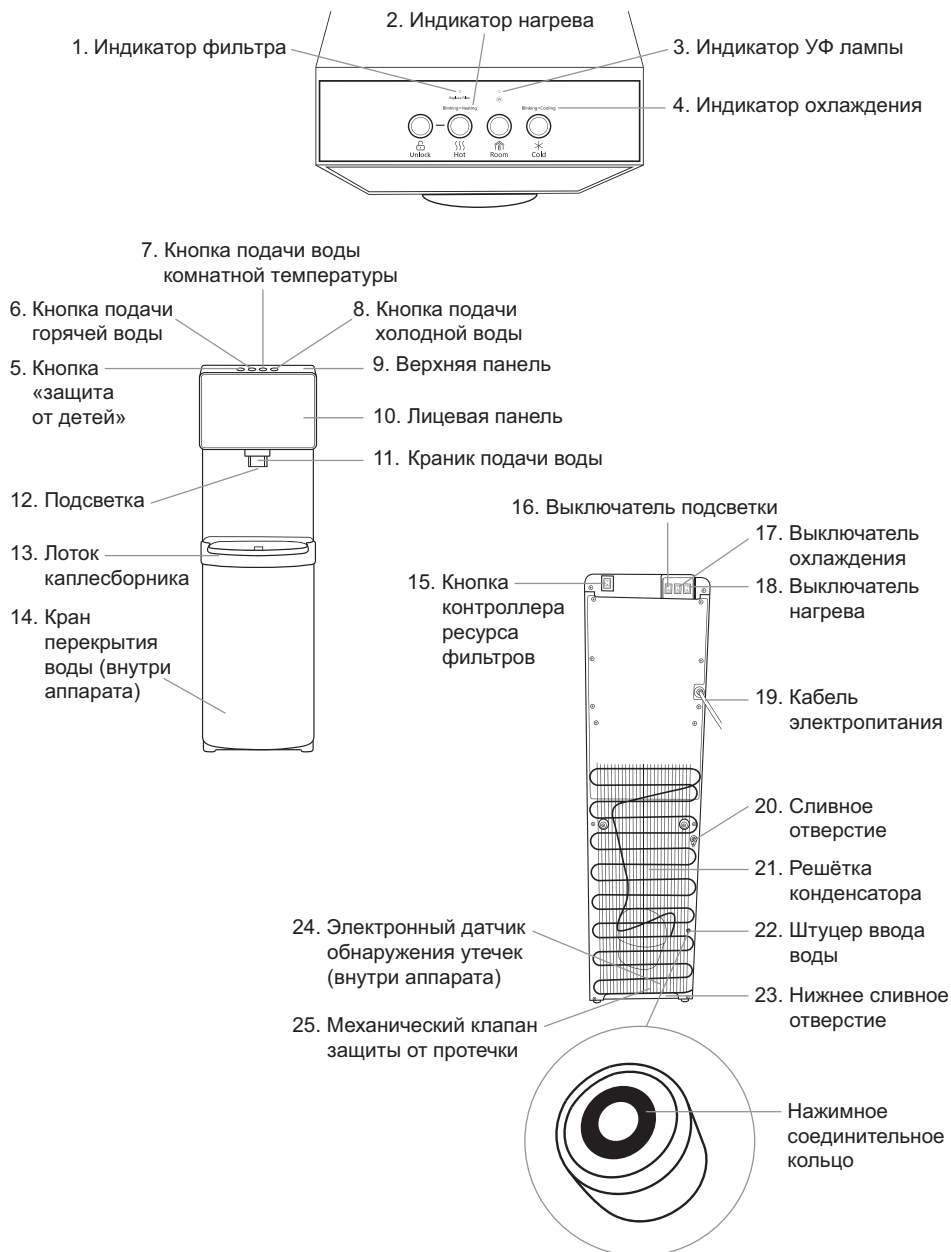

Рис. 1. Схема аппарата V450PUFSM
Индикатор нагрева (рис. 1–2)
Индикатор охлаждения (рис. 1–4)
Индикатор фильтра (рис. 1–1)
Индикатор УФ лампы (рис. 1–3)
Поставьте чашку или другую емкость для воды на лоток каплесборника (рис. 1–13) под краник подачи воды (рис. 1–11).
Чтобы налить горячую воду сначала нажмите на кнопку «защиты от детей» (рис. 1–5), затем нажмите и удерживайте кнопку подачи горячей воды (рис. 1–6). Во время подачи воды кнопка подсвечивается красным цветом.
Чтобы налить воду комнатной температуры или холодную воду, нажмите и удерживайте кнопку подачи воды комнатной температуры или холодной воды (рис. 1–7, 1–8). Во время подачи воды кнопка подачи воды комнатной температуры подсвечивается оранжевым цветом, а кнопка подачи холодной воды подсвечивается синим цветом.
Подсветка аппарата (рис. 1–12) включается и выключается с помощью выключателя (рис. 1–16), расположенного на задней панели аппарата.
Перед включением нагрева или охлаждения обязательно убедитесь, что вода поступает во внутренние резервуары аппарата, для чего нажмите на кнопки подачи горячей (рис. 1–6) и холодной воды (рис. 1–8) и слейте небольшое количество воды через краник (рис. 1–11).
Для включения/отключения опций нагрева или охлаждения переключите тумблер нагрева (рис. 1–18) или охлаждения (рис. 1–17) в соответствующее положение – «включено» (I) / «выключено» (O). Не включайте данные опции, когда аппарат не заполнен водой. Если кабель электропитания (рис. 1–19) и выключатель нагрева (рис. 1–18) были включены, когда система еще не наполнилась водой полностью, сработает термозащита, которую сможет отключить только специалист сервисного центра.
Когда Вы убедились, что холодная и горячая вода из краника идет непрерывной струей, установите выключатели нагрева и охлаждения (рис. 1–18, 1–17) в положение I.
При первом включении аппарата (или после длительного отключения) время нагрева воды длится 15–20 минут, время охлаждения воды длится около 1 часа и 20 мин. В это время компрессор может работать непрерывно, это не является неисправностью. Во время процесса нагрева будет гореть индикатор (рис. 1–2), расположенный над кнопкой подачи горячей воды. Во время процесса охлаждения будет гореть индикатор (рис. 1–4), расположенный над кнопкой подачи холодной воды. По завершению процесса нагрева/охлаждения индикатор погаснет.
1. Лоток каплесборника (рис. 1–13) устанавливается в верхней части дверцы. Фиксация после характерного щелчка.
1. Перед санобработкой убедитесь, что выключатели охлаждения (рис. 1–17) и нагрева (рис. 1–18) находятся в выключенном состоянии (○), и аппарат отключен от электросети.
4. Подставьте под расположенное на задней панели аппарата сливное отверстие (рис. 1–20) вместительную емкость, например, ведро. Снимите сливную заглушку и слейте воду из аппарата. После снятия сливной заглушки вода начинает поступать моментально.
2. Налейте раствор в бак охлаждения и убедитесь, что вода может поступать из краника (рис. 1–11).
3. Подсоедините шнур питания к электросети, переведите выключатель нагрева воды (рис. 1–18) в положение «включено» (I), и оставьте аппарат на 15 минут, чтобы раствор нагрелся.
4. Переведите выключатель нагрева воды (рис. 1–18) в положение «выключено» (O) и оставьте аппарат на 20 минут, чтобы раствор остыл.
5. Слейте жидкость через сливное отверстие (рис. 1–20) и два-три раза промойте аппарат чистой водой, следуя инструкциям, приведенным в разделе о промывке аппарата. Во избежание повреждения аппарата снимайте только указанные компоненты аппарата.
После замены фильтров необходимо обнулить счетчик времени эксплуатации. Для этого нужно нажать и удерживать 3 секунды кнопку контроллера ресурса фильтров (рис. 1–15). По истечении 3-х секунд подается короткий звуковой сигнал, что означает, что счетчик контроля времени сброшен до нуля, после чего начинается отсчет следующих 180 дней.